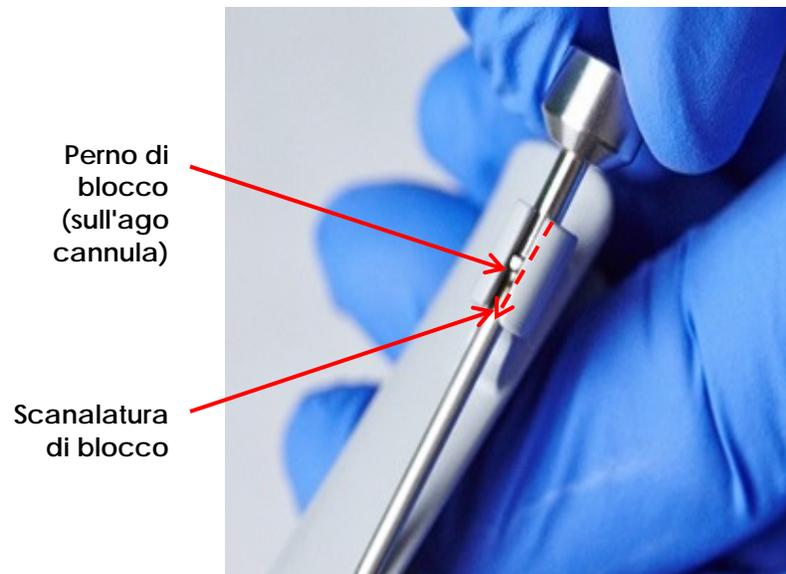

Figura 7: Bloccare l'ago cannula
2. Allineare il perno di blocco con la scanalatura di blocco sull'involucro in plastica e farlo scorrere per intero nella scanalatura di blocco (fare riferimento alla Figura 7).